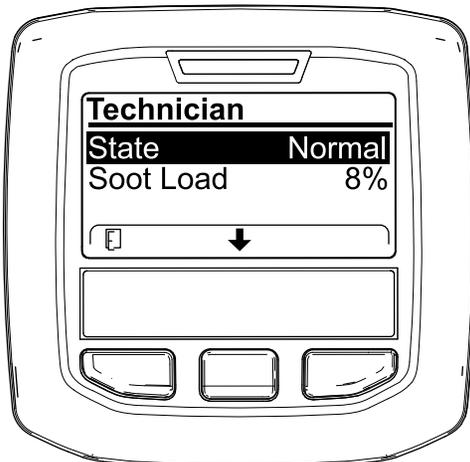

Figura 9
- Servitevi della tabella dell'operatività FAP per comprendere lo stato corrente dell'operatività del FAP (DPF) (Figura 9).